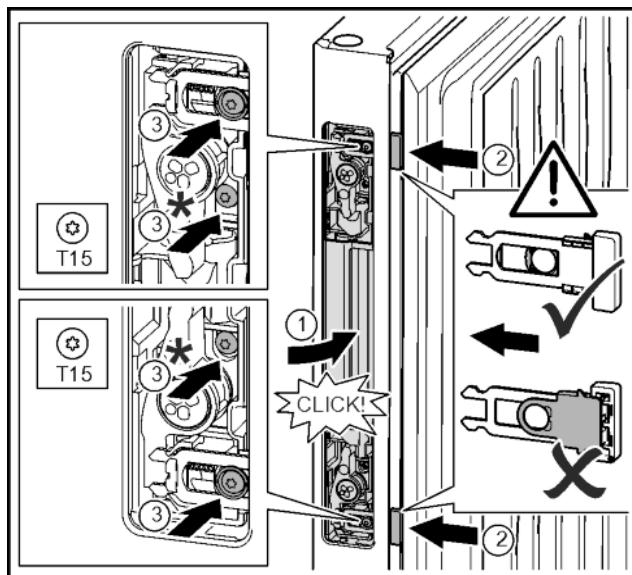

Fig. 38
- Вспомогательный механизм открывания двери вставить в отверстие с противоположной стороны и зафиксировать. Fig. 38 (1)
- По выемкам сдвинуть защелку механизма открывания двери до момента фиксации. Fig. 38 (2)
- Закрутить винты вместе с пластмассовыми выступами отверткой T15. Fig. 38 (3)